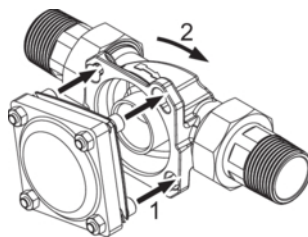

Abb. 5: Schrauben durchführen und einrasten - Befestigungsprinzip
3. Den Einbaudrehflansch JQE ohne Rohrstutzen an den geräteseitigen Anschlussflansch ansetzen und die Schraubenköpfe durch die Bajonettbohrungen des Einbaudrehflanschs führen (Befestigungsprinzip siehe Abbildung 5).
rungen des Einbaudrehflanschs einzurasten (Befestigungsprinzip siehe Abbildung 5).